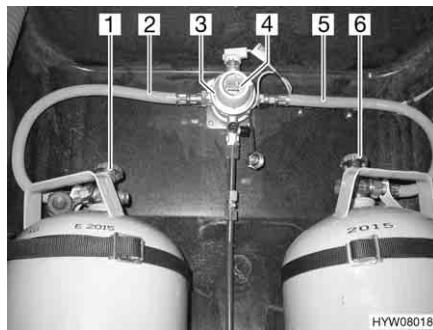
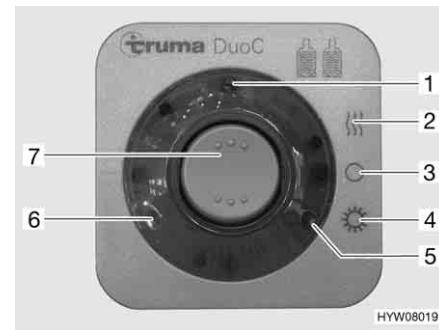

Fig. 66 Impianto di commutazione DuoControl
Fig. 67 Centralina di controllo
L'impianto di commutazione DuoControl è costituito da una valvola di commutazione (Fig. 66,3) e da una centralina di controllo (Fig. 67). La valvola di commutazione è installata tra i tubi del gas (Fig. 66,2 e 5). Con la manopola (Fig. 66,4) sulla valvola di commutazione è possibile stabilire, quale delle bombole del gas viene utilizzata come bombola in uso e quale bombola del gas viene utilizzata come bombola di riserva.
Sulla centralina di controllo (Fig. 67) possono venire azionate solo le funzioni elettriche. Le valvole principali di arresto delle bombole del gas (Fig. 66,1 e 6) devono essere aperti manualmente.
La valvola di commutazione garantisce una pressione del gas costante, indipendentemente da quale bombola provenga l'alimentazione del gas. Le due spie di controllo sulla centralina di controllo indicano il livello di riempimento della bombola in uso. Se è accesa la spia di controllo verde (Fig. 67,6), la bombola in uso è piena. Se è accesa la spia di controllo rossa (Fig. 67,5), la bombola in uso è vuota. Il rifornimento di gas avviene poi tramite la bombola di riserva.
- Aprire le valvole principali di arresto delle bombole del gas (Fig. 66,1 e 6).
- Con la manopola (Fig. 66,4) sulla valvola di commutazione (Fig. 66,3) selezionare la bombola del gas, da cui proviene la principale alimentazione del gas (bombola in uso). Girare la manopola fino all'arresto.
- Sulla centralina di controllo (Fig. 67) attivare l'impianto di commutazione DuoControl. Posizionare l'interruttore a bilico (Fig. 67,7) su funzionamento invernale "On e riscaldamento" (Fig. 67,2) oppure su funzionamento estivo "On" (Fig. 67,4). La valvola di commutazione è ora disareata. La spia di controllo gialla (Fig. 67,1) è accesa, se si seleziona la modalità di funzionamento invernale e l'impianto antighiaccio con regolatore è attivato.
- Portare l'interruttore a bilico (Fig. 67,7) in posizione "O" (Fig. 67,3). La spia gialla di controllo (Fig. 67,1) si spegne.
- Chiudere le valvole principali di arresto delle bombole del gas (Fig. 66,1 e 6).
Le spie di controllo sulla centralina di controllo (Fig. 67,5 e 6) segnalano all'interno del veicolo, se la bombola in uso è pronta al funzionamento.
Se la spia di controllo verde (Fig. 67,6) si spegne durante il funzionamento e la spia di controllo rossa (Fig. 67,5) si accende, significa che la bombola del gas selezionata come bombola in uso è vuota e deve essere sostituita. La bombola di riserva continua ad alimentare le utenze a gas.